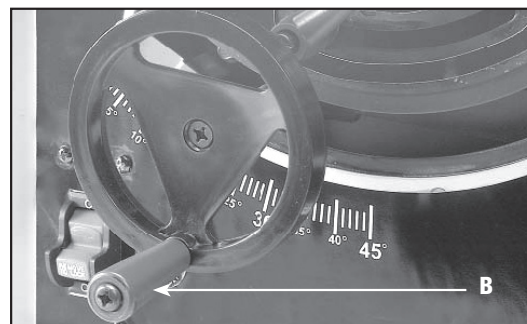

Fig. 29
Para ajustar a altura da lâmina da serra, gire o volante (A) Fig. 29. Para baixar a lâmina, gire o volante em sentido horário; para levantá-la, gire-o em sentido anti-horário.